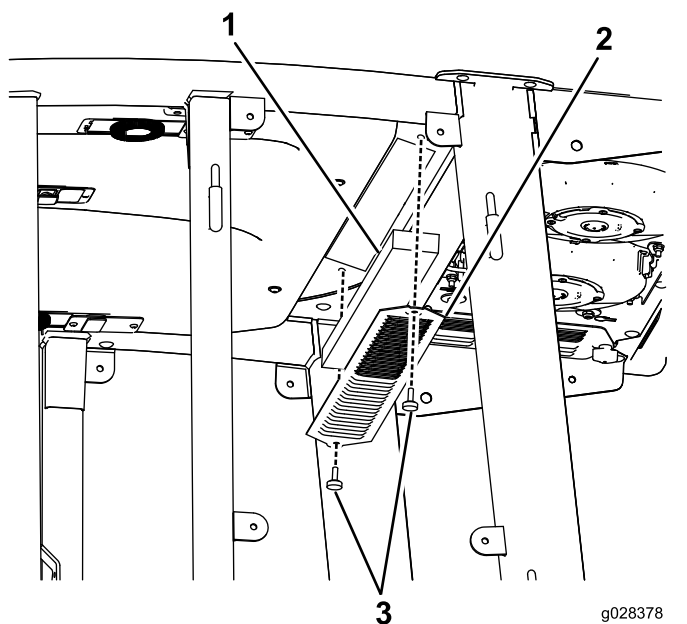
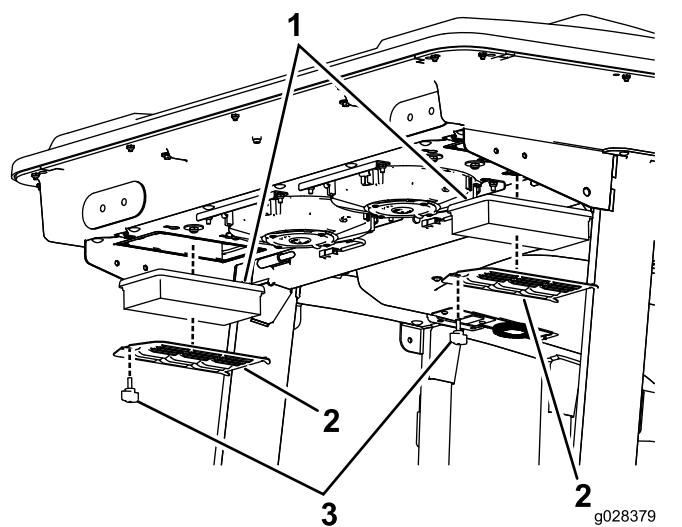

Figure 102
Figure 103
1. Retirez les vis et les grilles des filtres à air intérieur et arrière de la cabine (Figure 102 et Figure 103).